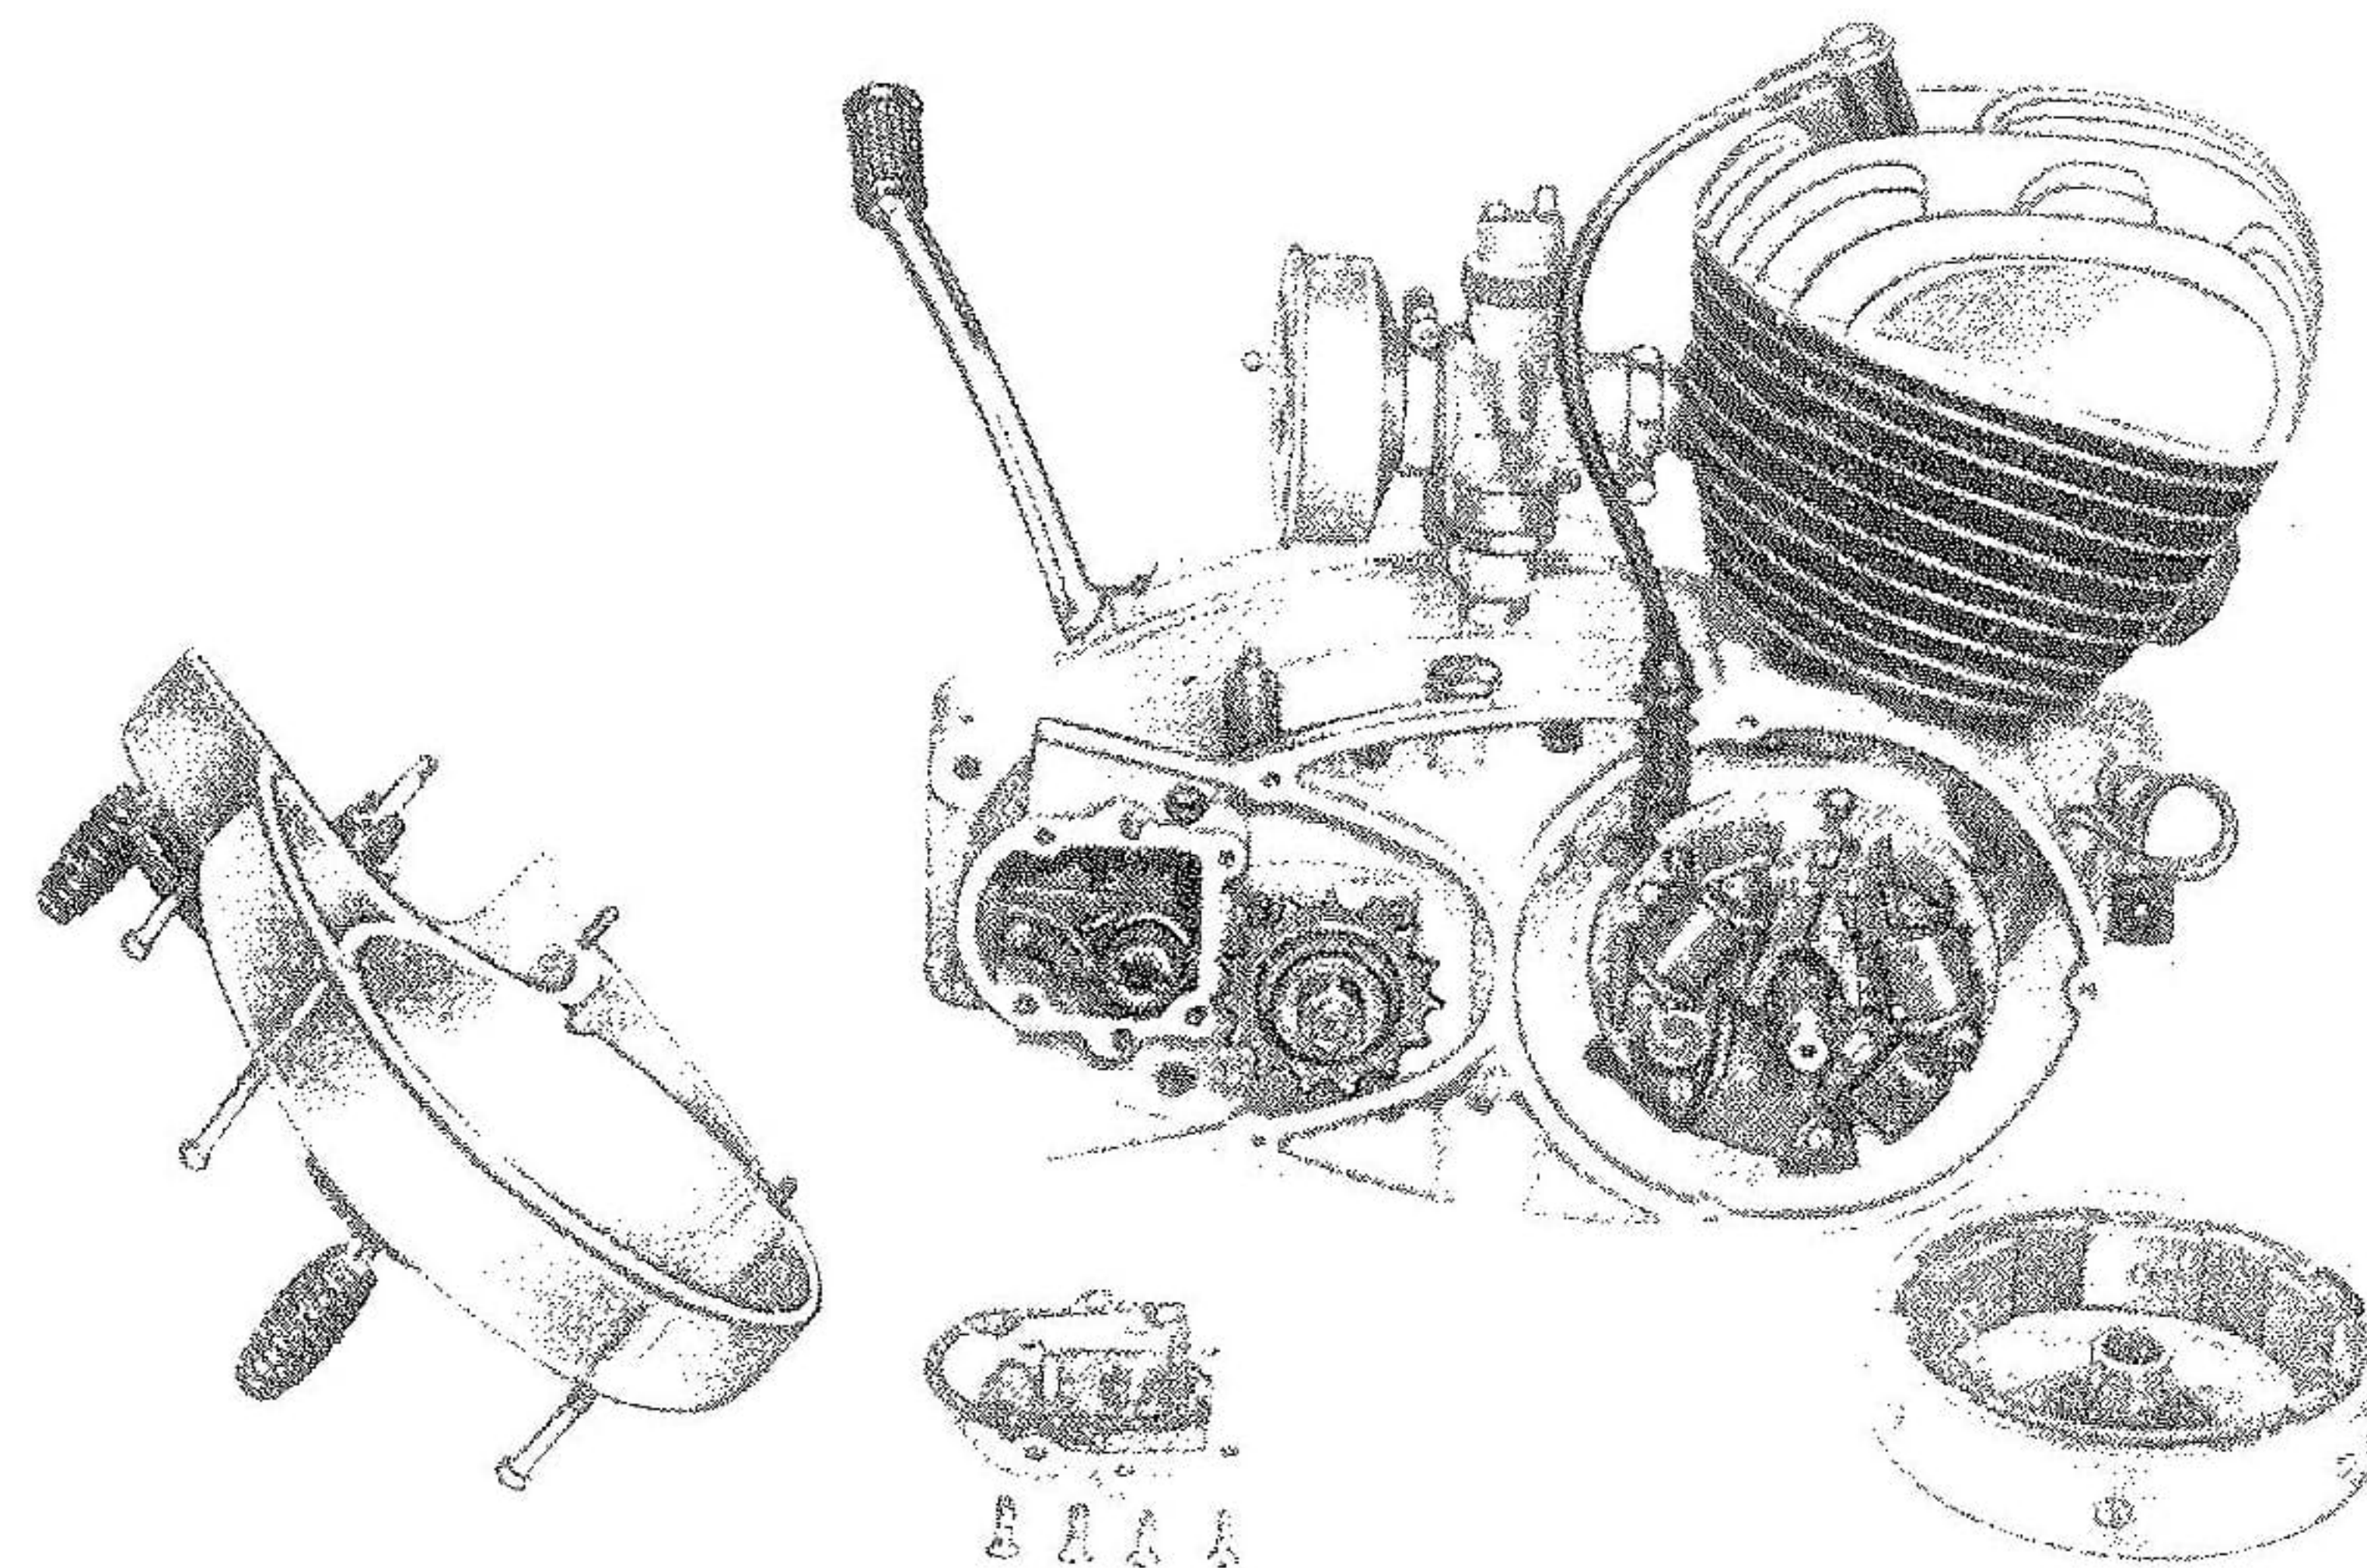

Fig. 11
a) Svänghjulständdynamon (fig. 11) (Bosch eller motsvarande av Stensholms fabr.), eller svänghjuls magneten som den i dagligt tal kallas, alstrar under rotationen såväl den höga spänningen för tändningen som den lågspända strömmen för strålkastaren och baklyktan. Dessutom levererar magneten en noggrant avvägd ström för laddning av ackumulatören. (0.3—0.5 Amp.)